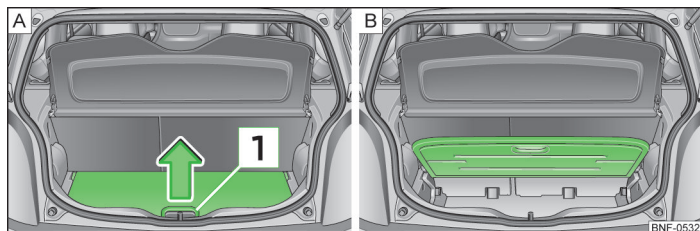

Fig. 46 Variabel bundplade: Åbning / Opklapning
- Tag fat i bundpladen ved grebet **[1]**, og løft den helt op i pilens retning » Fig. 46.